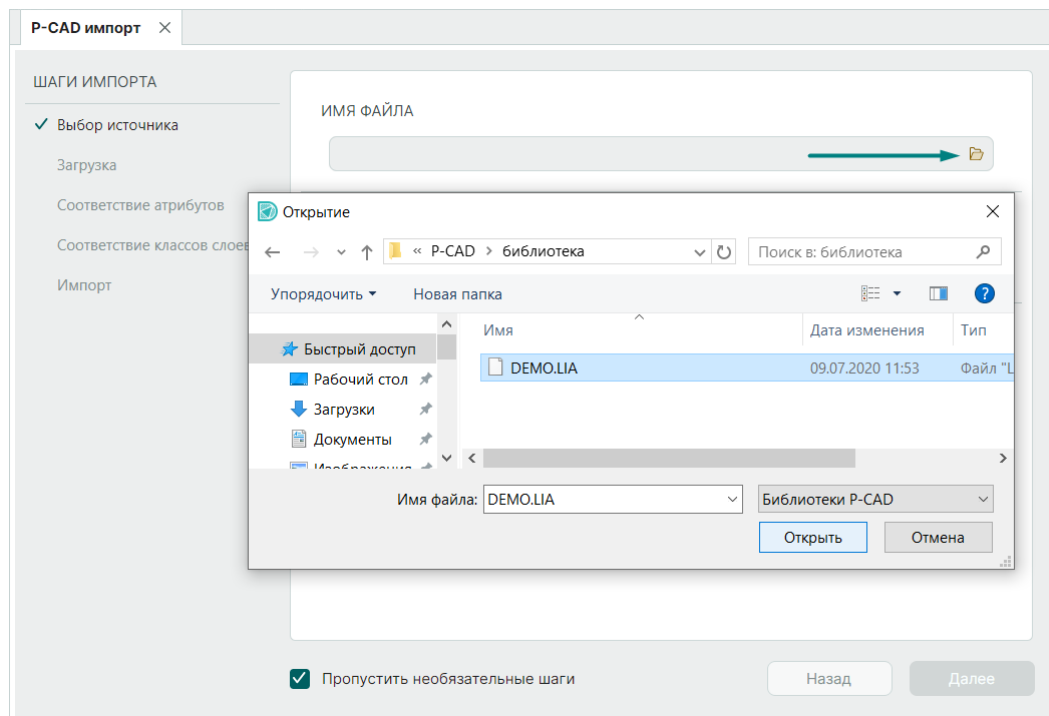

Рис. 11 Выбор импортируемого файла
1. Укажите путь к импортируемому файлу, нажав  в поле «Имя файла», см. Рис. 11.